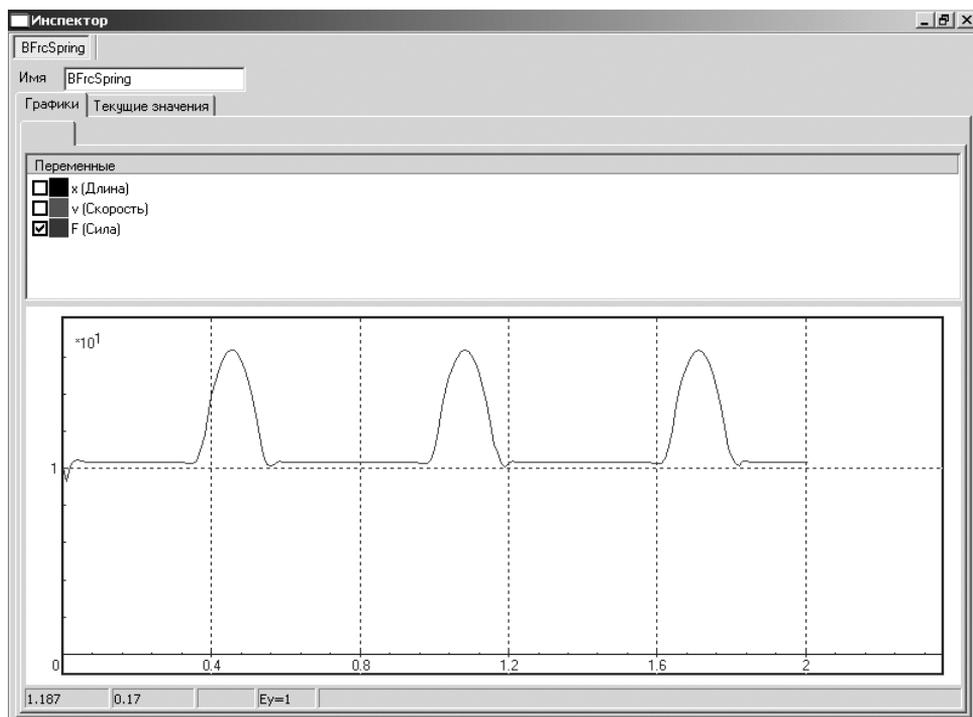

Рис. 2.42. Окно **Инспектор** с графиком зависимости силы **BfrcSpring** – силы сжатия пружины от времени
- щелкните в окне **Инспектор** в верхнем правом углу по кнопке  – **Развернуть**. Окно **Инспектор** развернется во весь экран, см. рис. 2.42.